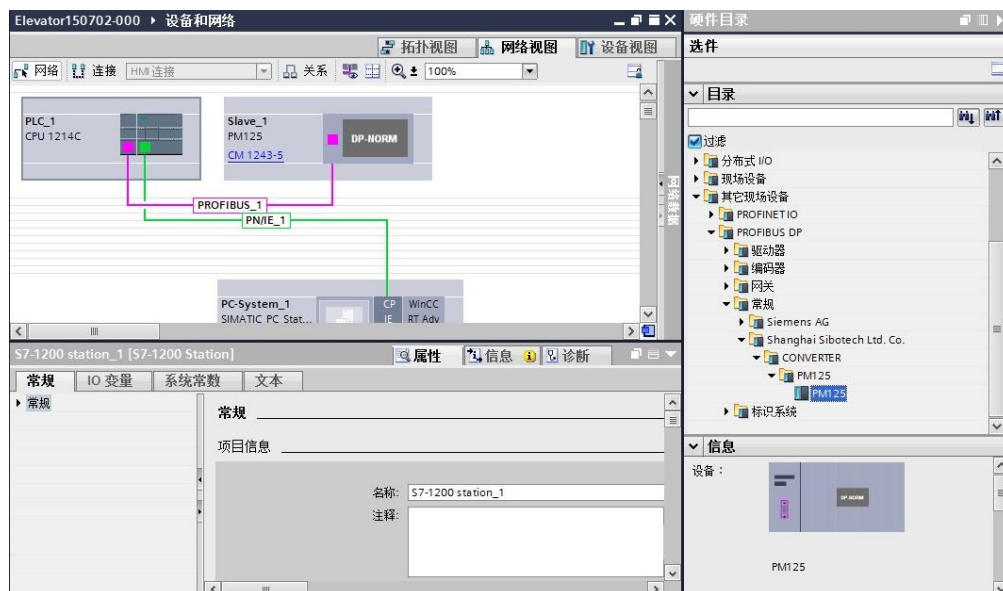

图 1-3 PM125 连接及分配
(1) 在右侧“硬件目录”中，找到 PM125 模块，拖入“网络视图”，与“PROFIBUS_1”相连接，并对它进行分配，如图 1-3 所示。此步骤的前提是，PM125 的设备描述文件(GSD) “PM125V20.GSD”已经安装到 STEP 7 中。
单击“Connect test”，测试工控机与PLC通讯情况，若连接成功，则如图1-3所示。